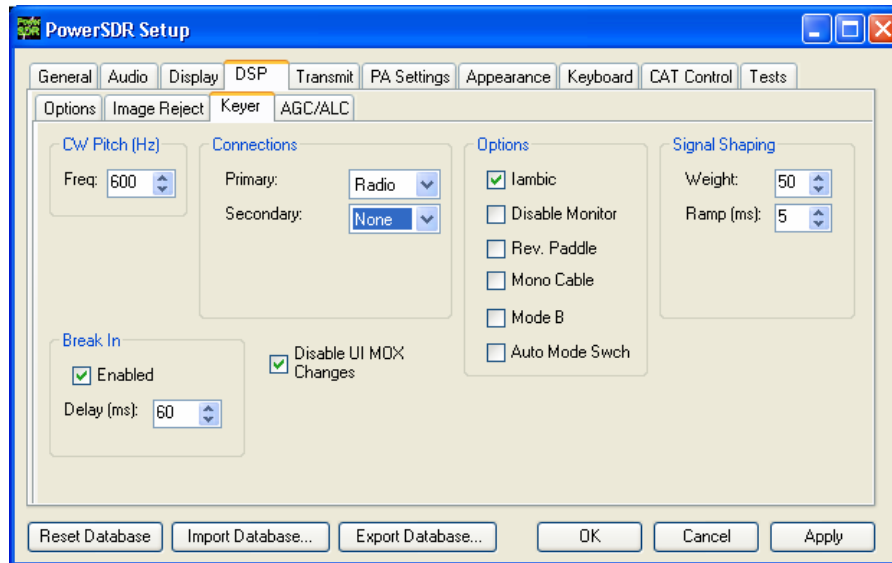

Abbildung 33: Setup Formular – Register DSP, Subregister Keyer
Der interne Keyer ist eine in PowerSDR und FLEX-1500 integrierte Lösung, die Ihnen wie bei einem rein elektronischen Keyer erlaubt, Morse Code halbautomatisch zu senden. Extern benötigen Sie zur Handeingabe ein Paddle. Um PowerSDR's internen Keyer zu aktivieren, gehen Sie über die Menüzeile der PowerSDR-Konsole Formular *Setup*, Register *DSP* - Subregister *Keyer*; siehe Abbildung 33. Einige der Bedienelemente/ Felder finden Sie auch in dem Kapitel PowerSDR-Konsole zu **CW (8)** (Operating Mode Specific Controls), siehe Seite 71.
1. Verbinden Sie Ihr Paddle oder Keyer mit der Buchse **Key** auf der Frontplatte (siehe Seite 3) und setzen Sie im Sub-Register **Keyer** im Abschnitt **Connections**, den Parameter **Primary** auf **Radio** (s. Abbildung 33; zu finden über Menüzeile der PowerSDR-Konsole Formular *Setup*, Register **DSP**, Subregister **Keyer** siehe Seite 138).
5. Wenn Sie **Break In** nicht benutzen, klicken Sie auf **MOX (16)** auf der PowerSDR-Konsole und starten das Senden und benutzen Ihre Paddles. Wenn Sie **Break In (8)** benutzen, beginnen Sie einfach die Übertragung und tasten Sie Ihren Sender. Sollten Sie den Iambic Modus nutzen, stellen Sie die Geschwindigkeit mit **CW Speed (8)** auf der PowerSDR-Konsole ein. Ist die Funktion **Disable Monitor** nicht markiert, hören Sie den Mithörton. Kontrollieren Sie über das **TX Meter (4)** mit Stellung **Fwd Pwr** die Ausgangsleistung.
1. Verbinden Sie Ihren Keyer mit der Buchse *Key* auf der Frontplatte (siehe Seite 3) und setzen Sie im Register *DSP*, Sub-Register *Keyer* im Abschnitt **Connections**, den Parameter **Primary** auf **Radio** (siehe Abbildung 33 auf Seite 49).
4. Wenn Sie **Break In** nicht benutzen, klicken Sie auf **MOX (16)** auf der PowerSDR-Konsole und starten Sie das Senden indem Sie den externen Keyer benutzen. Wenn Sie **Break In (8)** benutzen, beginnen Sie einfach die Übertragung und tasten Sie Ihren Sender.
5. Wenn Sie (Semi-) **Break In (8)** benutzen, beginnen Sie einfach die Übertragung und tasten Sie Ihren Sender. Ist die Funktion **Disable Monitor** nicht markiert, hören Sie den Mithörton. Kontrollieren Sie über das **TX Meter (4)** mit Stellung **Fwd Pwr** die Ausgangsleistung.
6. Sie können nun mit Ihrem QSO beginnen. Ggf. ist zuvor die 50 Ohm Dummy-Load gegen eine 50 Ohm Antenne zu ersetzen. Stimmen Sie auf eine Frequenz ab mit den verschiedenen Methoden zur Frequenzabstimmung für den Sende-/ Empfangsbetrieb, (siehe Kapitel *Effiziente Methoden zur Frequenzabstimmung* auf Seite 38). Wählen Sie entweder **CWL** oder **CWU (6)** und setzen das QSO fort.